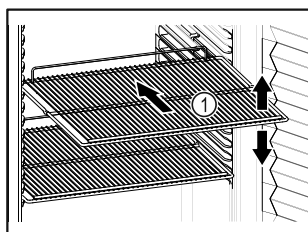

Fig. 60 Ilustrační zobrazení
- ❑ Pokud jsou odstavné rošty Fig. 60 (1) přemístitelné, přizpůsobte je vždy na danou výšku.